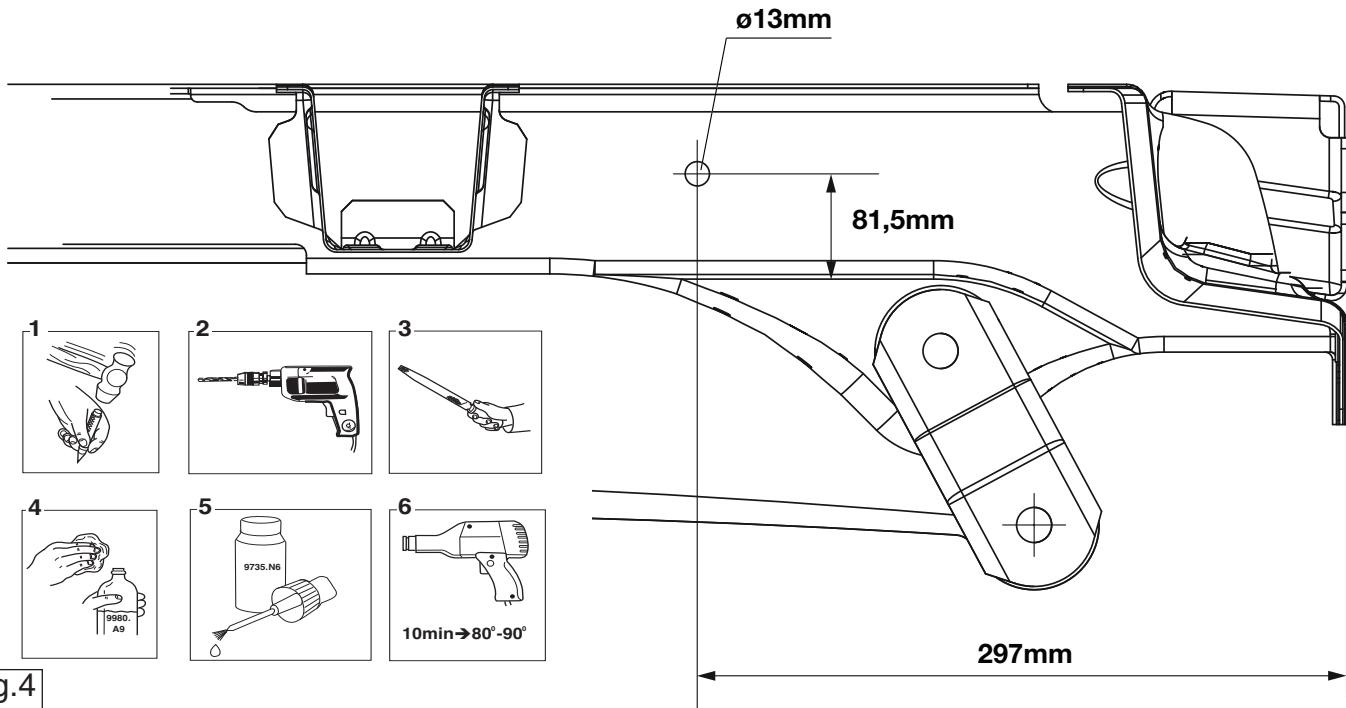

Fig.4
- Для автомобилей XL: Просверлить отверстие диаметром Ø13мм, как указано на рис. 4.